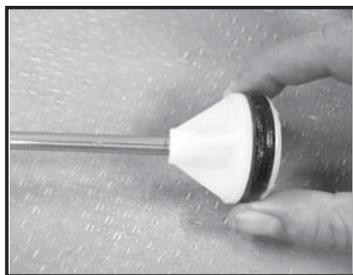

Figura 8
3. Inspeccione la junta tórica. Si está gastada o dañada, sáquela y reemplácela. Para Acetona pulverizador lubricar o-ring con Grasa de silicona y para todos los demás lubricar la junta tórica con vaselina. **(Vea la Figura 8)**